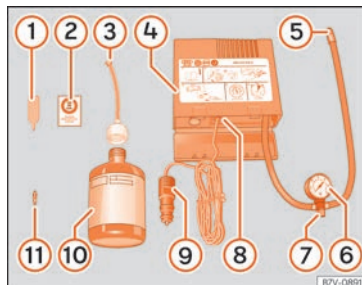

Fig. 100 Représentation standard : contenu du kit anticrevaison.
Le kit anticrevaison se trouve dans le coffre à bagages, sous le revêtement de plancher. Il inclut les composants suivants »» **fig. 100** :
Revissez le tuyau de gonflage » fig. 100 ⑤ et vérifiez la pression du manomètre ⑥.